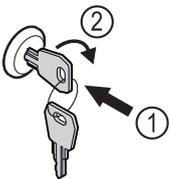

Fig. 125
- ▶ Schlüssel hineindrücken Fig. 125 (1).
- ▶ Schlüssel um 90° im Uhrzeigersinn drehen Fig. 125 (2).